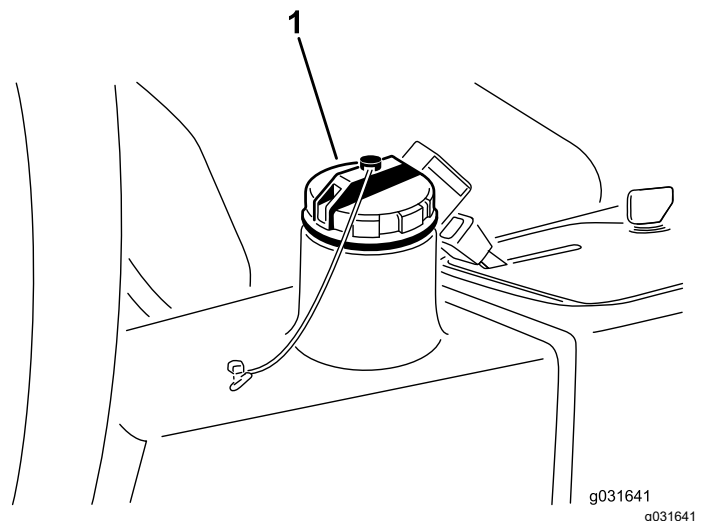

Bild 67
4. Füllen Sie den Behälter (Bild 67) mit ca. 13,2 Liter Hydrauliköl, siehe Hydrauliköl – technische Angaben \(Seite 60\) und Prüfen des Hydraulikölstands \(Seite 60\).